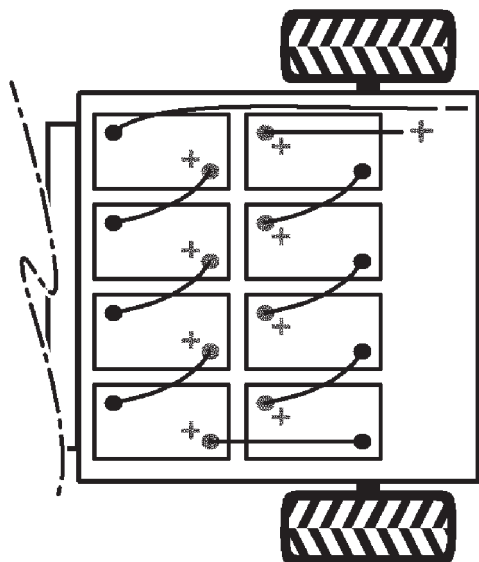

図10
4. 図10を参考にしてバッテリーを搭載する。
注: バッテリーを新しく積み込む場合には、極性に十分注意してください (図10)。
6. 付属部品についているバッテリー・ケーブルで、各バッテリーを相互に接続する（図10）。ケーブルが、鋭利な金属部などに触れないよう、注意すること。
7. プラスのメイン・ケーブル（赤）を接続する（図10）。
8. マイナスのメイン・ケーブル（黒）を接続する（図10）。